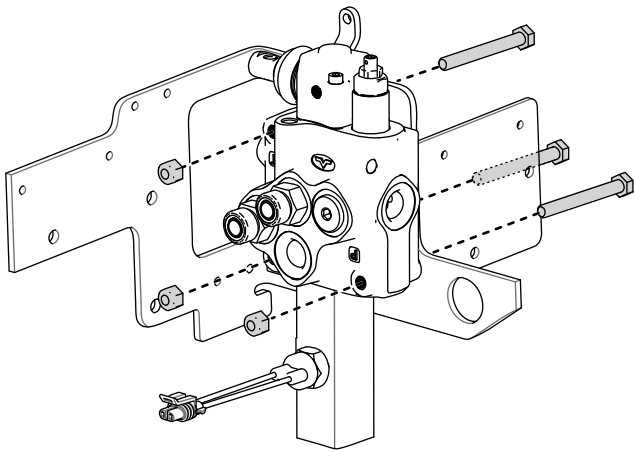

Bild 11
9. Entfernen Sie die drei Schrauben und Muttern, mit denen das Hilfsventil an der Halterung befestigt ist (Bild 11).